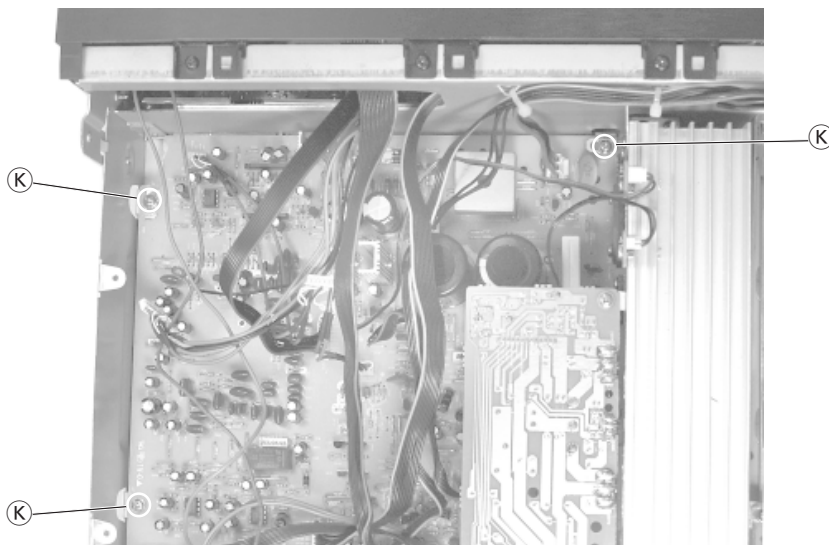
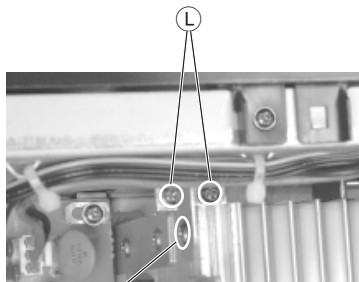

Fig. 9
Fig. 10
- 3 Schrauben ⑤ (Fig. 9) und 3 Schrauben ⑥ (Fig. 10) herausdrehen.
- Undo 3 screws ⑤ (Fig. 9) and 3 screws ⑥ (Fig. 10).